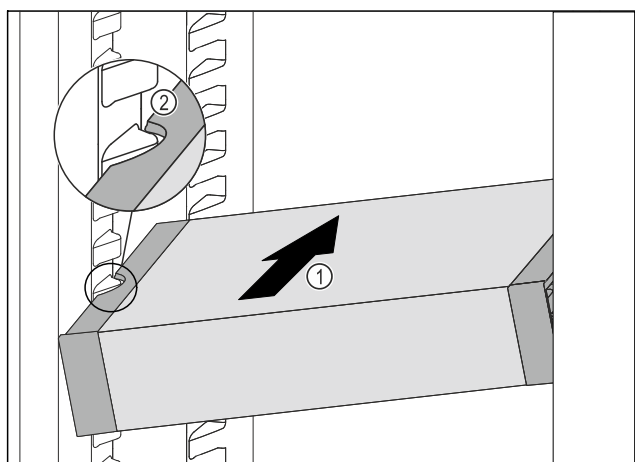

Fig. 114
- ▶ 将 VarioSafe 斜插入冷藏区中 Fig. 114 (1)，直至 VarioSafe 的侧部凹槽 Fig. 114 (2) 与冷藏区中的容器肋梁持平。